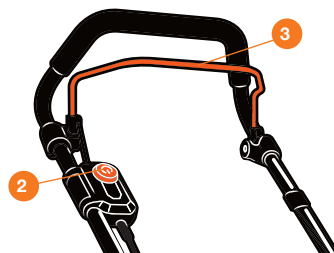
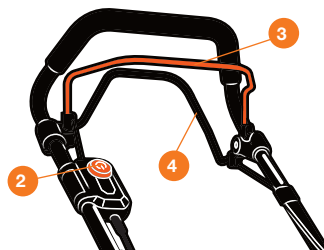

Рис. 42
Рис. 43
2. Нажмите и удерживайте кнопку включения **2** (Рис. 42 - **DLM 4240Li, DLM 4540Li**, рис.16 - **DLM 4240Li-S, DLM 5040Li-S, DLM 5040Li-SR**).
3. Прижмите и удерживайте скобу контроля присутствия оператора **3** для начала работы (Рис. 42 - **DLM 4240Li, DLM 4540Li**, рис.16 - **DLM 4240Li-S, DLM 5040Li-S, DLM 5040Li-SR**).
Отпустите скобу контроля присутствия оператора **3** для остановки двигателя и вращения ножа (Рис. 42 - **DLM 4240Li, DLM 4540Li**, рис. 43 - **DLM 4240Li-S, DLM 5040Li-S, DLM 5040Li-SR**).
1. Прижмите скобу включения привода **4** для начала движения (Рис. 43).
3. Для остановки движения отпустите скобу **4** (Рис. 43).